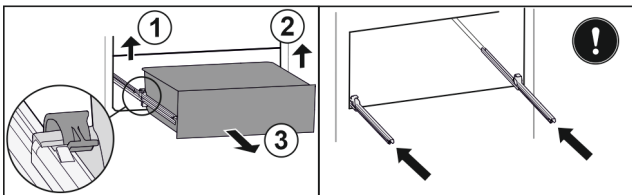

Fig. 62
- ▶ Sollevare il morsetto sinistro e allo stesso tempo tirare in avanti il cassetto sinistro. Fig. 62 (1)
- ▶ Sollevare il morsetto destro e allo stesso tempo tirare in avanti il cassetto destro. Fig. 62 (2)
- ▶ Rimuovere il cassetto tirandolo in avanti. Fig. 62 (3)